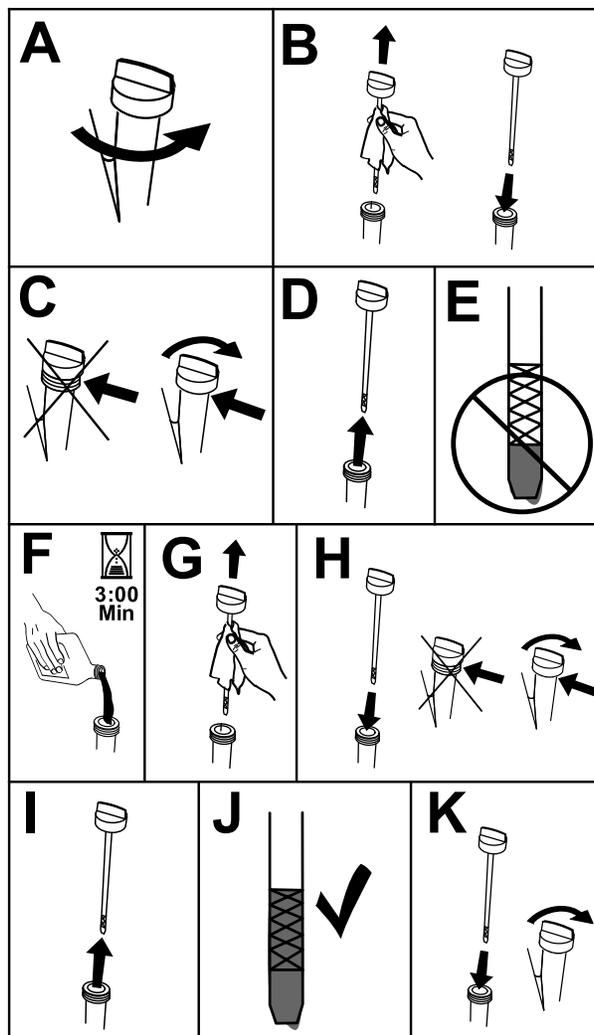

Рисунок 41
- Чтобы не допустить попадание грязи, скошенной травы и т.п. в двигатель, очистите поверхность вокруг крышки маслозаливной горловины и масломерного щупа, прежде чем снимать их (Рисунок 41).